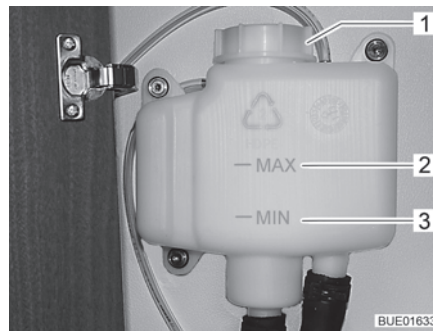

Fig. 184 Recipiente de compensación sin panel
- Comprobar si en el recipiente de compensación (Fig. 184) el líquido está entre las marcas "MIN" (Fig. 184,3) y "MAX" (Fig. 184,2).
- Abrir la tapa giratoria (Fig. 184,1) del recipiente de compensación.